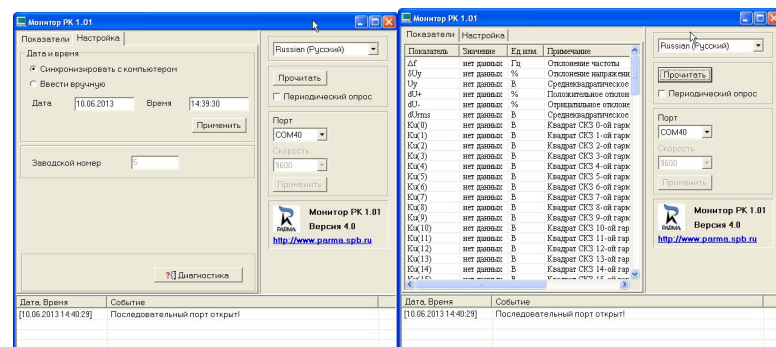

Рисунок 14
4.2.2 Если команда прошла успешно, то в окне «Настройки» должна отобразиться дата, текущее время регистратора и заводской номер регистратора, а с окне «Показатели», перечень измеряемых параметров, рисунок 14.